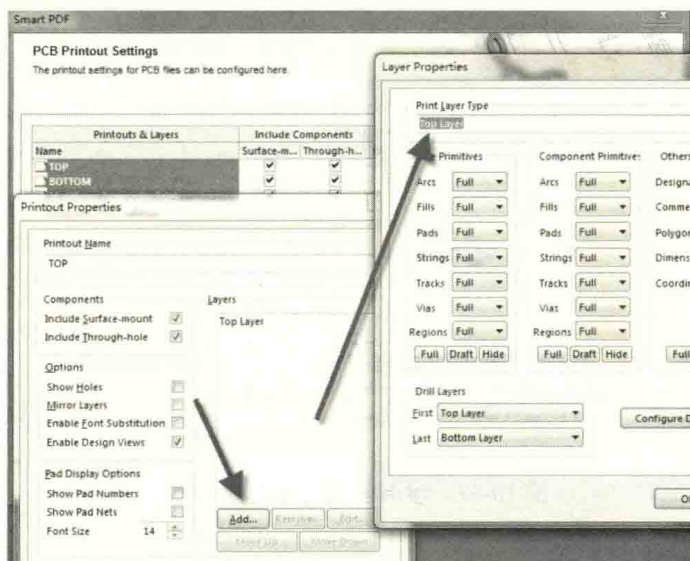

图 10-35 输出的层属性添加
(2) 双击输出栏目条，对输出属性进行设置，单击“Add...”、“Remove...”等按钮进行相关输出层的添加、删除等操作，如图 10-35 所示。同样，底层勾选“Mirror”选项。每一个栏目条对应一层即可，不需要添加其他东西。